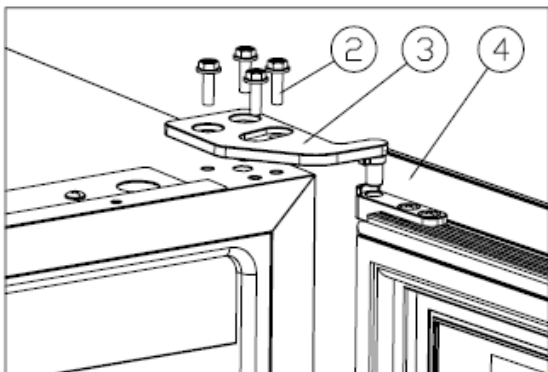

Figura 1
- ✧ Desaparafuse os parafusos M5\*16 ②, desmonte a dobradiça superior direita ③ e remova a porta. [Figura 1].